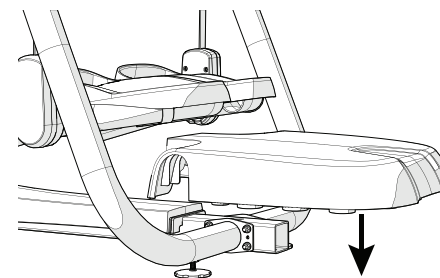

Рисунок 22
6. Выровняйте заднее основание по трубе задней рамы и крышкам боковых опор, затем аккуратно надавите на него, чтобы зафиксировать (см. рисунок 22).